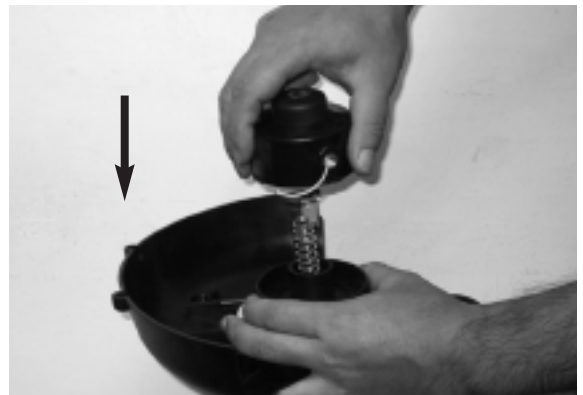
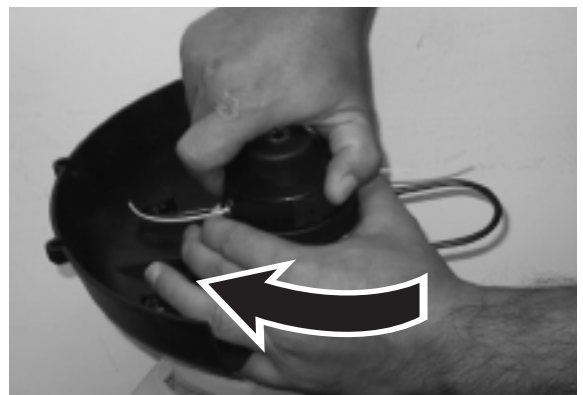

Fig. 28
Fig. 29
8. Asegúrese de insertar el resorte, ensamblar el rotor y el portador de rotor de nuevo en la podadora. Para hacerlo, empuje la cabeza y gírela hacia la derecha hasta que embone. (Fig. 28 y Fig. 29)